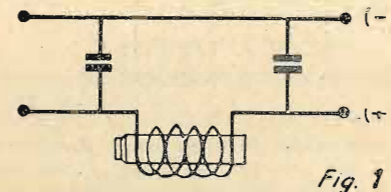

Fig. 1
**I CASO (Fig. 1). Come impedenza di livellamento.** — In questo caso in essa passa il carico di tutte le valvole. Chi ha un consumo anodico da 45 a 55 milliampères può avvolgere Kg. 1.400 di filo smaltato da 0,25 mm.; avrà circa 1100 Ohms di resistenza e quindi una caduta nel dinamico di 60 Volts circa (dati dalla formula  $V = R \times I$ ).